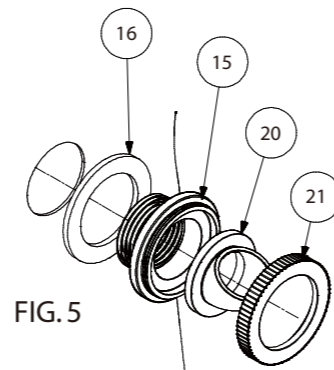

FIG. 5
A. **USO DEL ACCESORIO DESVIADOR:** permite aspirar su alberca, vea parte #20 FIG.5. Puede ajustar el accesorio soltando el ANILLO DE SEGURIDAD, vea parte #21 FIG.5. El ACCESORIO DESVIADOR puede ser usado para ayudar a generar rotación en sentido de las manecillas del agua de las alberca hacia la abertura de entrada del area del CONTENEDOR de la pared de su alberca. Para esto, libere el ANILLO DE SEGURIDAD y gire el ACCESORIO DESVIADOR hacia arriba presionando el agua horizontalmente bajo la superficie del agua apuntando lejos del area del CONTENEDOR. NO LO APUNTE directamente hacia el CONTENEDOR, esto hará que decrezca la contención y filtración. Ajuste el ANILLO DE SEGURIDAD para sostener el ACCESORIO DESVIADOR en la posición deseada que elija. Usted puede posicionar el ACCESORIO DESVIADOR hacia abajo después para ayudar a evitar que se acumulen sedimentos a lo largo del fondo de su alberca.